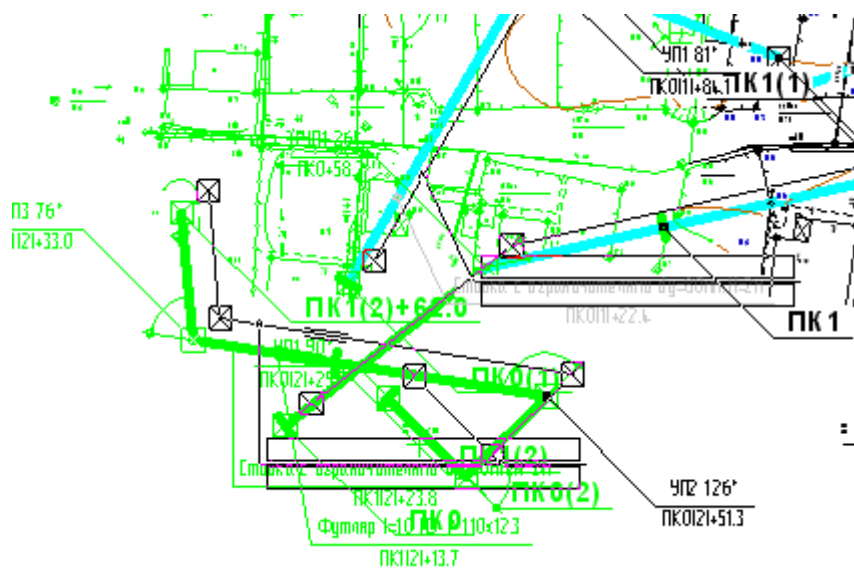

Рис.40
- 1) Если перед входом в данный режим средствами Компас была выделена группа объектов топоплана, и среди них есть элементы или точки плетей газопровода, то сдвиг будет производиться для всей группы элементов и точек плетей газопровода. В этом случае нужно будет указать базовую точку и установить фантом сдвигаемой группы в новое положение (рис. 40).